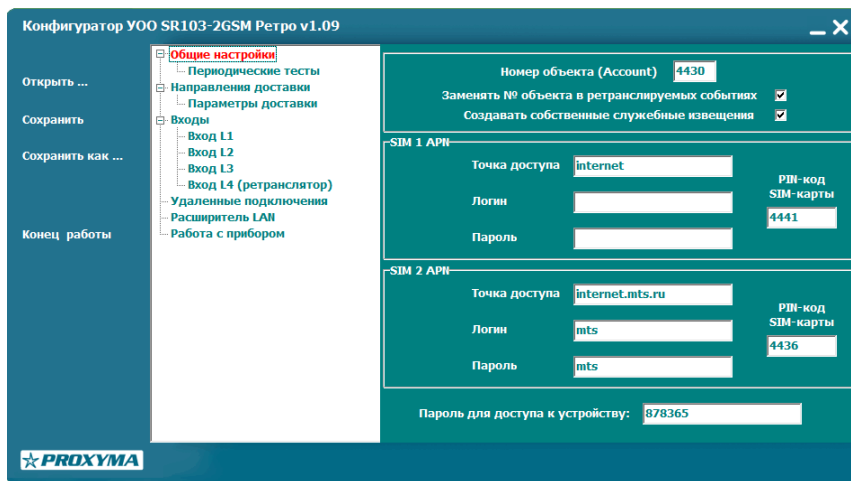

Рис. 4. Экран общих настроек УОО.
3.2.1 В общих настройках, как показано на рис. 4, можно задать номер объекта, который используется при создании собственных извещений. Если включена опция «Заменять № объекта в ретранслируемых событиях», номер также подставляется в ретранслируемую телеграмму вместо номера внешнего ППК.